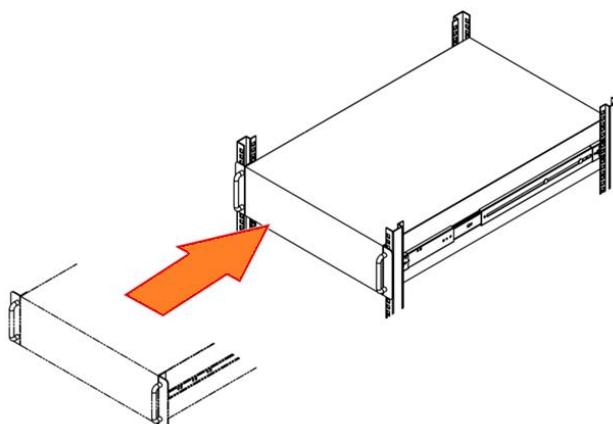

Рисунок 89 - Установка модуля управления в стойку
- 8) Нажать шасси с внутренними каналами в подвижный узел, чтобы завершить установку в стойку (см. Рисунок 89).